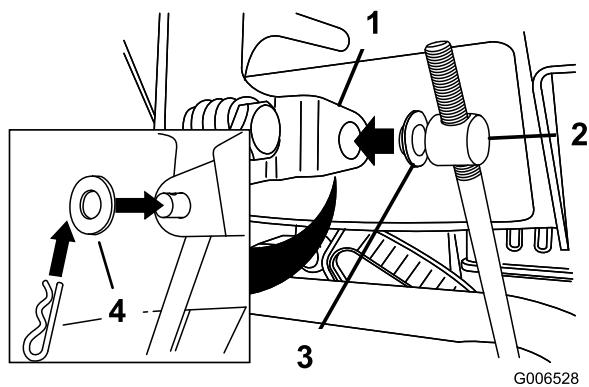

Bild 6
3. Entfernen Sie den Splint und die äußere Scheibe vom Drehzapfen am oberen Ende des Geschwindigkeitseinstellgestänges (Bild 6).
Hinweis: Lassen Sie die Flachscheibe auf dem Drehzapfen, um den Einbau zu vereinfachen (Bild 6).
6. Heben Sie das Geschwindigkeitseinstellgestänge an und setzen Sie den Drehzapfen in das Loch im Geschwindigkeitsschalthebel (Bild 6).
- B. Schließen Sie den Drehzapfen vom Geschwindigkeitsschalthebel ab (Bild 6).
- C. Drehen Sie den Drehzapfen auf der Geschwindigkeitsschaltstange nach oben (nach links) (Bild 6).
- D. Schließen Sie den Drehzapfen am Geschwindigkeitsschalthebel an (Bild 6).
- C. Drehen Sie den Drehzapfen auf der Geschwindigkeitsschaltstange nach unten (nach rechts) (Bild 6).